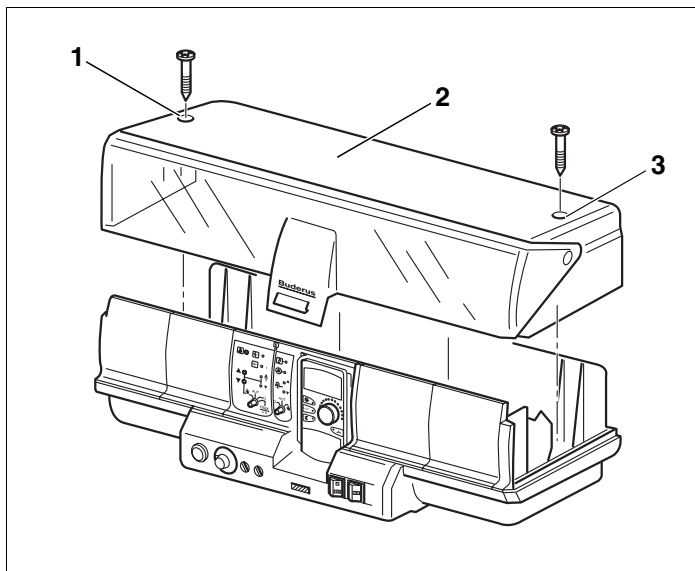

Рис. 19 Демонтаж крышки
- Отверните 2 винта на верхней крышке корпуса (рис. 19, поз. 1 и 3).
- Снимите крышку (рис. 19, поз. 2).